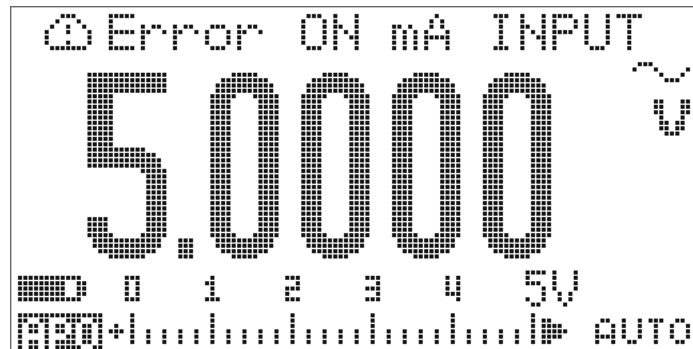

Figura 6-3 Mensagem de erro do terminal de carga
**CHG**. A mensagem de erro **Error ON mA INPUT** (como visto na Figura 6-3) aparecerá na exibição secundária, e um som contínuo persistirá até que o fio positivo seja removido do terminal  **CHG**.